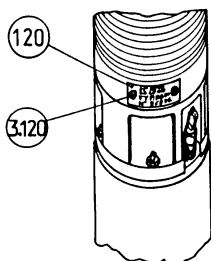

fig. 13
- Retirer les 2 rivets (3.120) de verrouillage du tube sur le corps d'aspiration. Pour ce faire, contre-percer dans l'axe des rivets (fig. 13).